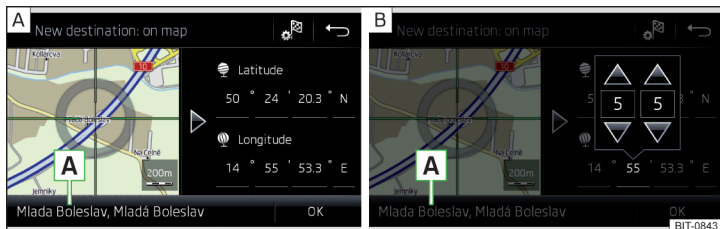

Fig. 224 Saisir la destination : par la position sur la carte/à l'aide des coordonnées GPS
- Déplacez la destination souhaitée sur le réticule en touchant l'écran » fig. 224 - **A**.
- Entrez les coordonnées GPS » fig. 224 - **B**.
Si des informations sont disponibles sur le point indiqué dans les données de navigation de l'appareil, elles sont affichées à la place des coordonnées GPS (par ex. adresse **A** » fig. 224).